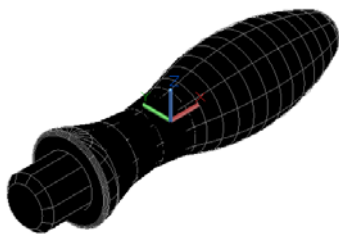

图 10-98 UCS 坐标和手柄的真实图
(4) 真实(R): 着色多边形平面间的对象, 并使对象的边平滑化。如果已为对象附着材质, 将显示已附着到对象材质。如图 10-98 所示为 UCS 坐标和手柄的真实图。